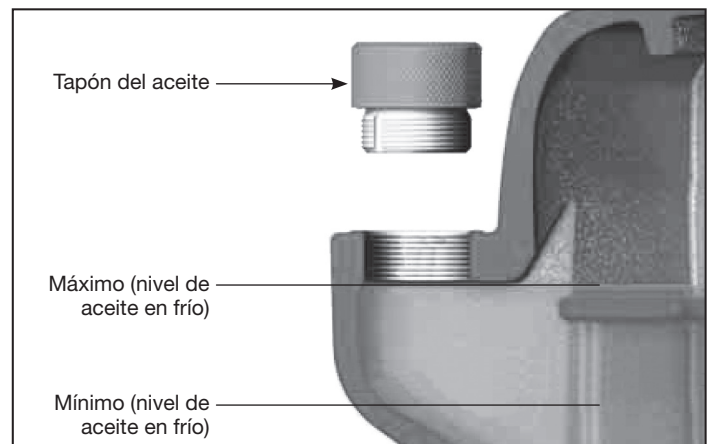

Figura 7 - Nivel de Aceite
⚠ PRECAUCION *ESTA UNIDAD UTILIZA ACEITE. Antes de poner en funcionamiento el compresor, revise el nivel del aceite (ver Figura 7).*
INSPECCIÓN DEL NIVEL DE ACEITE (ver Figura 7)
5. Si es necesario, llene con el mismo tipo y marca de aceite hasta el nivel máximo (ver la Figura 7 y la sección de lubricación).
1. Verifique el nivel del aceite (ver Figura 7).